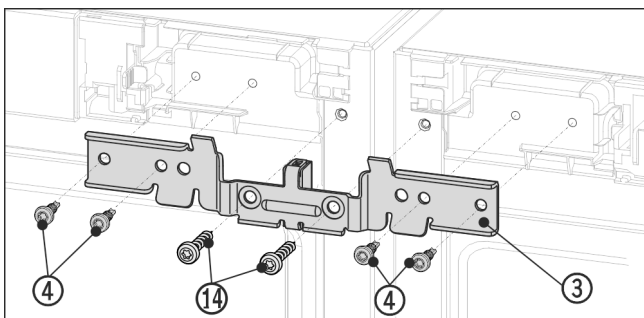

Fig. 13 Reprezentare exemplificativă
- Împingeți vinclul Fig. 13 (3) cu piesa de distanțare între aparate și pe cepuri. Prindeți vinclul în patru șuruburi Fig. 13 (4) și în cele două șuruburi pentru pământare Fig. 13 (14) alternant, pe dreapta și stânga fără a strânge.